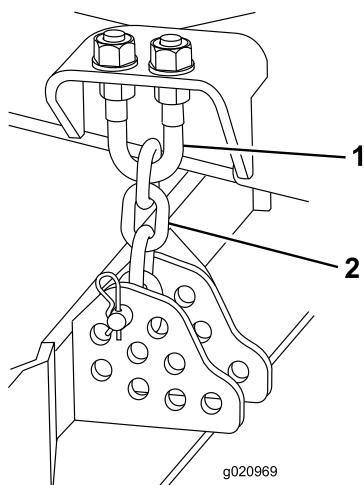

Figura 81
1. Allentate i controdati sulla parte superiore o inferiore del bullone a U della catena dell'altezza di taglio (Figura 81).